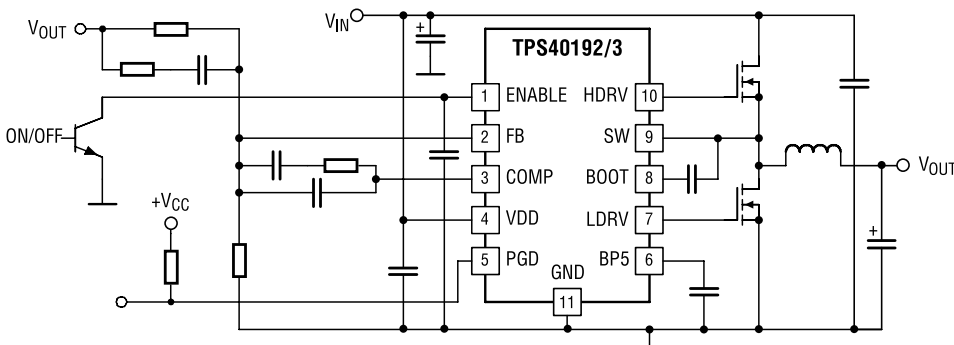

Рис. 1. Типовая схема включения контроллеров TPS40192/ TPS40193
**TPS40192** и **TPS40193** — синхронные понижающие ШИМ-контроллеры с выходом POWER GOOD (рис. 1, вывод PDG) и внутренним опорным источником повышенной точности (0,5%). Широкий диапазон входного напряжения (от 4,5 до 18 В) позволяет применять эти контроллеры в составе DC/DC-преобразователей компьютерных видео/аудиокарт, телевизоров, мониторов и прочей бытовой электроники. Как все синхронные контроллеры Texas Instruments, TPS40192/ TPS40193 имеют в своем составе адаптивный узел, предотвращающий протекание сквозного тока через оба внешних силовых транзистора.